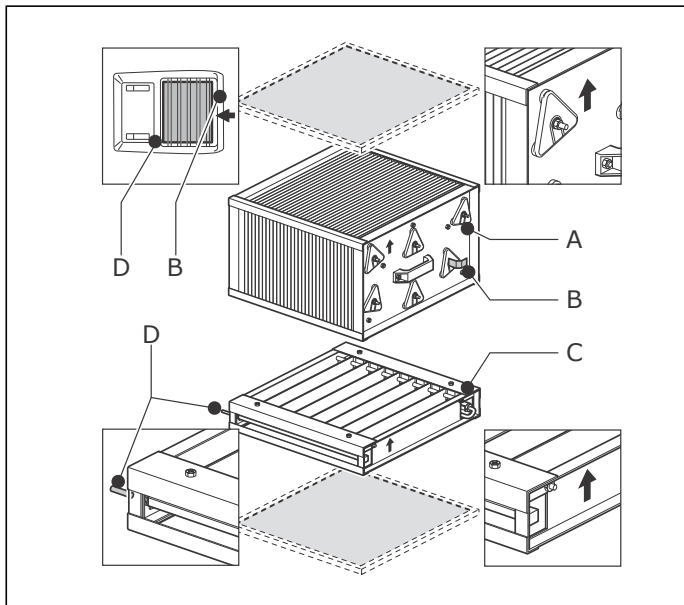

Рис. 6.4: Установка фильтров
**Рис. 6.4** Обратите внимание на правильное положение ионизатора (С) и коллектора (А). Для этого обе секции фильтра были отмечены стрелками, указывающими поток воздуха. Обратите внимание на положение контактного штифта (D) и контактной пружины (В).